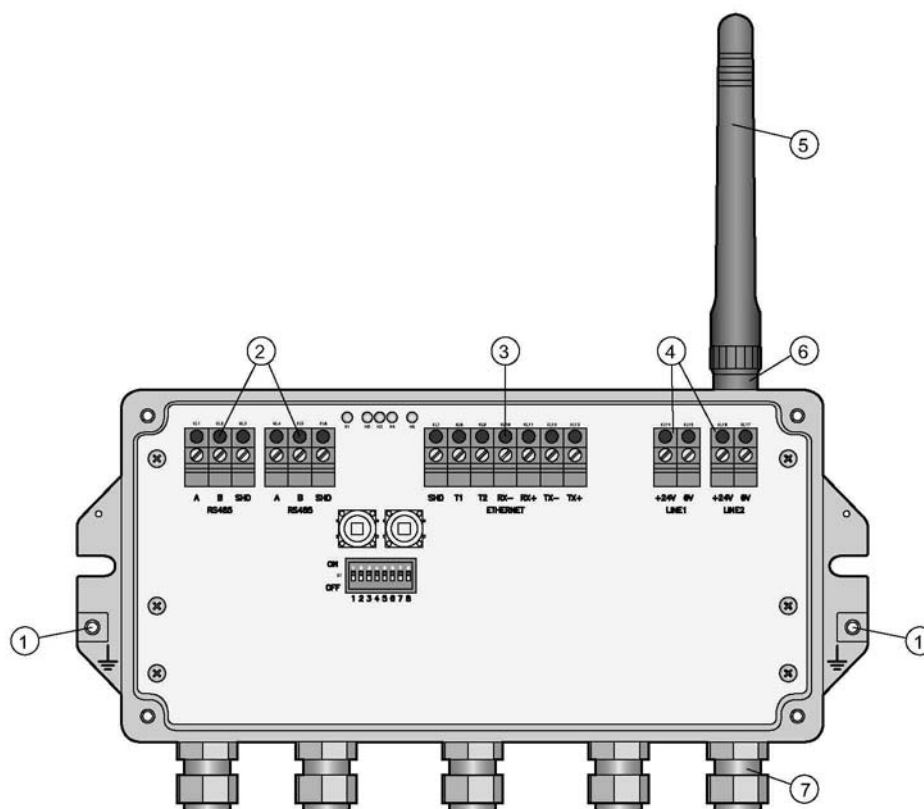

Рис. 5-1. Соединения и интерфейсы
1. Надежно закрепите антенну или выносную антенну в антенном входе прибора (см. элемент 6 на Рис. 5.1 в главе 5.1).
- 4 Подключите кабель питания 24 В пост. тока к первому клеммному блоку с меткой "Line 1", соблюдая полярность (см. Рис. 5-1, приведенный выше).